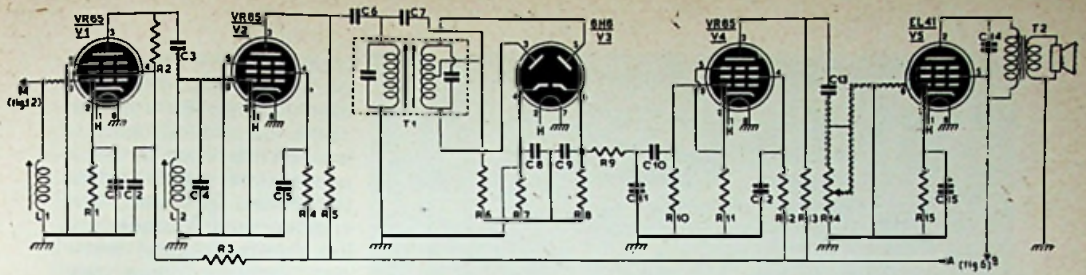

Fig. 15
DE schakeling is in fig. 15 aangegeven, terwijl reeds eerder in deze beschrijving de verbinding van het rooster van V1 naar L1 is aangegeven. De bedrading van V1 en V2 vindt op dezelfde wijze plaats, als voor de beeld-M.F. is omschreven, alleen de voedingsweerstand R2 is op het montagebordje ge-
monteerd, de rest van weerstanden en ontkoppeling-condensatoren worden weer direct aan de buisvoeten gemonteerd. Tussen de laatste synchronisatiescheiderbuis (V10 fig. 12) en de tweede geluids-M.F., tevens limiter (V2 fig. 15) wordt een schermplaatje geplaatst van messing ($\frac{1}{2}$ mm) of een stukje blik van deze dikte. Dit schermplaatje is rechthoekig van vorm en komt dus tussen de chassis-zijwand en het montagebordje te staan en wordt eenvoudig op zijn plaats gehouden door het scherm dicht tegen één van de aardlippen te laten lopen en hieraan vast te solderen. Op dit scherm wordt ook L2 gemonteerd, terwijl de verbinding tussen deze spoel en C3 (bij de plaat van V1 gemonteerd, tussen de plaatlip en de vrije lip 7) wederom plaats vindt door 'n afgeschermd snoertje met hexode-kap, eveneens reeds ter plaatse in de 62-unit aanwezig, terwijl ook weer een eventuele dempweerstand in de hexode-kap dient verwijderd te worden. De verbinding van de plaat van V2 door C6 naar de primaire van de discriminator-transformator T1 gebeurt door een gewoon stukje montagedraad zonder afscherming en wordt doorgevoerd door de rechterzijwand van het chassis en de omgezette kant van het audio-chassis en is in fig. 3 aangegeven op 19 mm van de rand van het 62-unit chassis.
tingslip ontbreekt, hetgeen echter geen overwegend bezwaar is, daar de centertap dan maar om één van de pertinax pootjes wordt heen geslagen en hier met een druppeltje Velpon vastgemaakt wordt. De volumeregeelaar van het geluid, R₁₄ (fig. 15) wordt gemonteerd links op de sierfrontplaat; heeft men deze nog niet gemaakt, dan kan een voorlopig beugeltje dienst doen voor bevestiging van de potmeter. Vanzelfsprekend moet de verbinding van deze potmeter naar het audiochassis door
Hier toe verplaatst men R₉ voorlopig van de rechterkathode naar het knooppunt tussen R₇ en C₈, de FM detector is dan geschikt voor AM. Vervolgens sluit men de meetzender, gemoduleerd, aan op de plaat van V₂ en regelt de primaire zijde van T₁ af op max. output (outputmeter over de secundaire van de uitgangstraf o T₂) en vervolgens de secundaire. De meetfrequentie bedraagt ca. 7,75 Mc. Vervolgens verplaatst men de meetzender naar de plaat van V₁ (fig. 15) en regelt L₂ af op max. output en tenslotte wordt L₁ afgeregeld door de meetzender naar de plaat van V₁ (fig. van V₄ (fig. 12). Men laat de meetzender nu zo staan en brengt de detector weer in de FM positie door R₉ weer aan de kathode (8) te verbinden. Nu regelt men de secundaire van T₁ af op minimum output; men zal een scherpe dip hiervoor vinden. Vervolgens vermindert men de output van de meet-
geluid. Verstemming van L_1 (fig. 15) geeft verstemming van L_0 (fig. 12), zodat men hierop wel attent dient te zijn bij de afregeling. Hiermede is ook dit en laatste gedeelte van de TV ontvanger gereed gekomen.